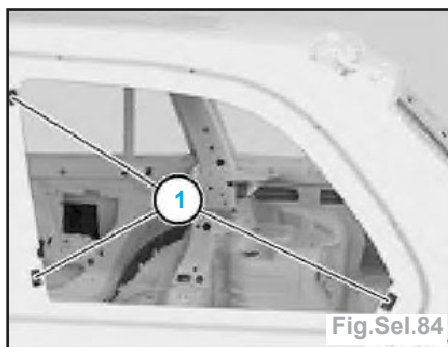

Fig.Sel.84
- Enlever les restes de bandes auto-agrippantes (1) et nettoyer la surface de collage (fig.Sel.84).